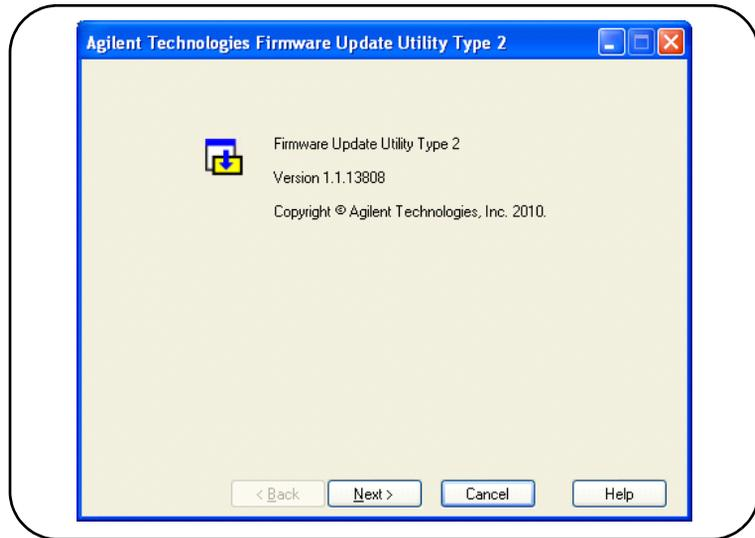

Abbildung 2-9. Dateiauswahlfenster des Firmware-Update-Dienstprogramms
1. Starten Sie das Dienstprogramm vom Installationsverzeichnis aus oder über das Menü 'Start'. Ein ähnliches Fenster wie in Abbildung 2-9 dargestellt wird angezeigt.